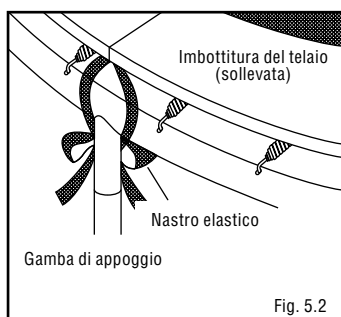

Fig. 5.2
b) Legare innanzi tutto i nastri elastici dietro le gambe di appoggio. (v. fig. 5.2)